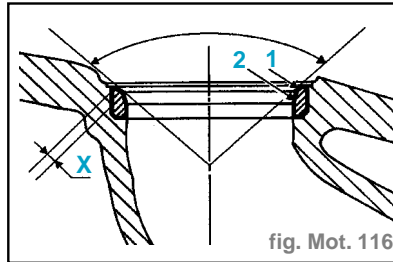

fig. Mot. 116
- La rectification de la portée (1) s'effectue avec la fraise n°232 côté 45°, réduire la largeur de cette portée en (2) à la fraise n°605 côté 65° jusqu'à l'obtention de la largeur X. (fig. Mot. 116)